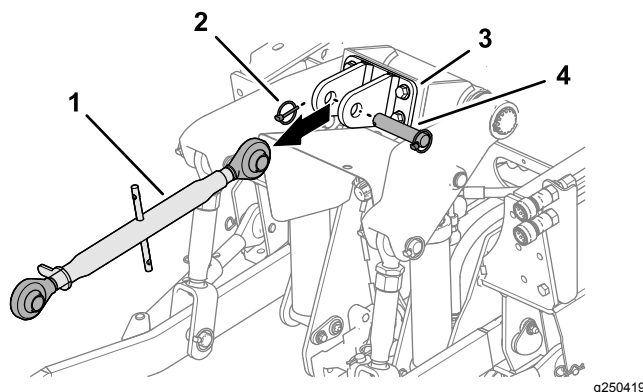

Figure 25
3. S'ils sont présents, retirez la goupille à anneau, l'axe de chape et le bras supérieur de l'attelage 3 points du support du bras supérieur (Figure 25).